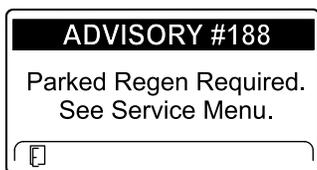

Рисунок 45
- Требуется стационарная регенерация ИНФОРМАЦИОННОЕ СООБЩЕНИЕ № 188 (Рисунок 45)